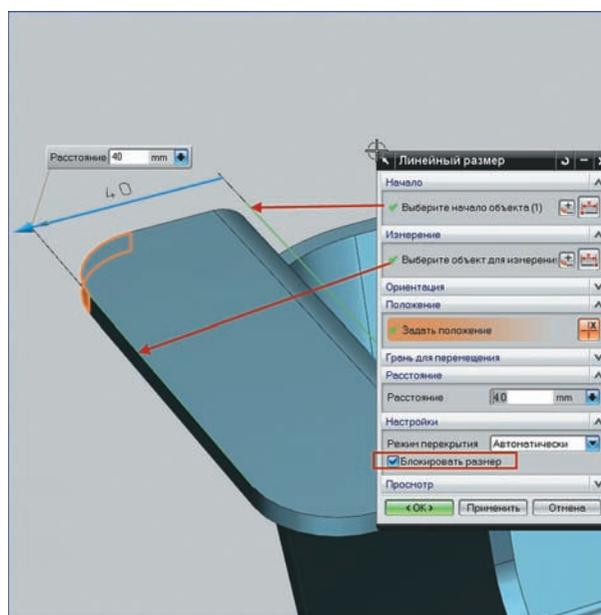

Рисунок 6.19. Фиксация размера
- Поставьте размер между фантомной линией пересечения плоскости грани и наклонной стенки (она появится, если навести курсор мыши в эту область) и крайним ребром грани. Получится управляющий размер, которым можно регулировать высоту «лапки». Не меняя значения размера, откройте раздел диалога **Настройки (Settings)** и включите опцию **Блокировать размер (Lock Dimension)**. Эта опция заставит размер сохранять начальное значение при любых изменениях геометрии модели (рис. 6.19).